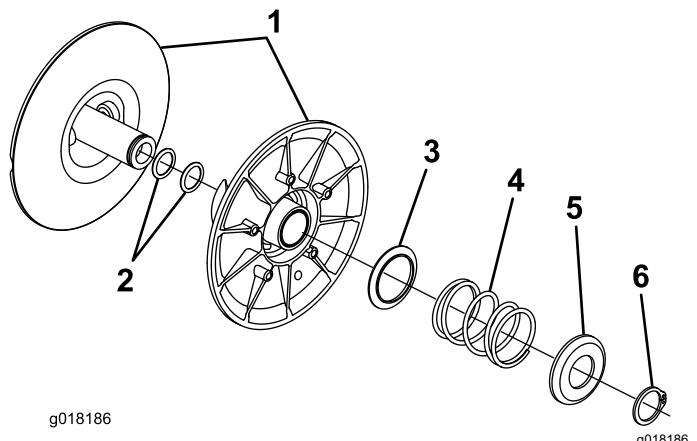

Figure 10
6. Retournez l'embrayage (Figure 10).
7. À l'aide de l'outil de compression de ressort (TOR-6027), comprimez la coupelle de ressort extérieure et le ressort vers l'intérieur pour libérer la pression sur la bague de retenue (Figure 10).
9. Séparez les deux moitiés de l'embrayage (Figure 10).
10. Glissez une cale sur l'arbre d'embrayage (Figure 10).